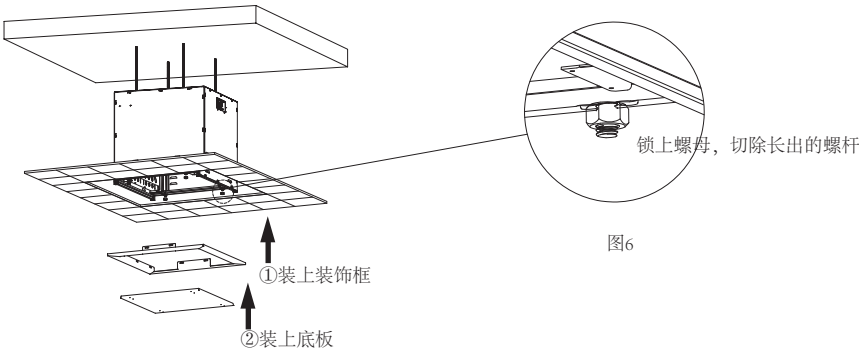

图6
4.将升降架装平后, 将长出的螺杆用角磨机切平 (切到螺母比多5mm,长度不能高于升降架底框架方管), 如图6然后转上装饰框和底板